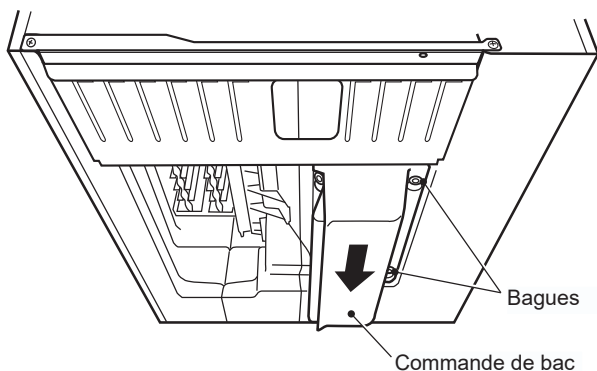

Fig. 6
- 7) Tout en tirant le fil de la commande du bac vers le haut, fixer la commande du bac sur la paroi intérieure, du côté droit. Soulever ensuite la commande du bac contre la partie inférieure de l'appareil et la faire glisser vers l'arrière jusqu'à ce qu'un dé clic confirme sa mise en place. Les trous à rainures situés du côté droit de la commande du bac doivent être placés sur les bagues, au niveau de la partie inférieure de l'appareil. Voir fig. 6.